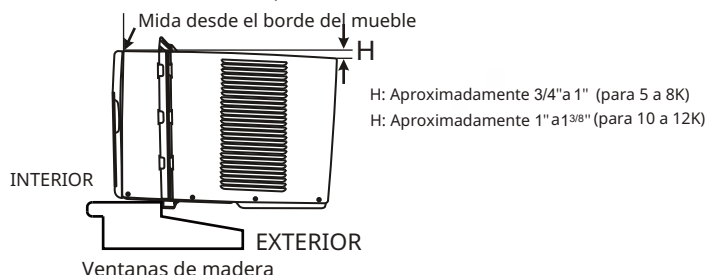
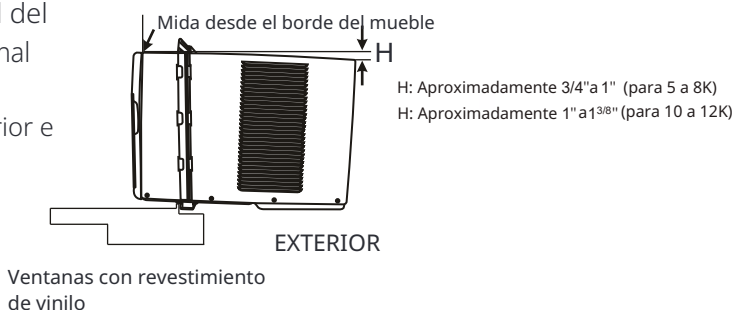

Fig.5A
Fig.5B
A. Mantenga un agarre firme en el aire acondicionado, coloque cuidadosamente la unidad en la abertura de la ventana para que la parte inferior del marco del aire acondicionado esté contra el alféizar de la ventana (Fig.5A y Fig.5B). Cierre cuidadosamente la ventana detrás del riel superior de la unidad.
NOTA: Compruebe que el aire acondicionado está inclinado hacia atrás alrededor de H (Fig.5A y Fig. 5B) (inclinado alrededor de 3° a 4° hacia abajo hacia el exterior). Después de la instalación adecuada, el condensado no debe drenar del orificio de desbordamiento durante el uso normal, corrija la pendiente en caso contrario.